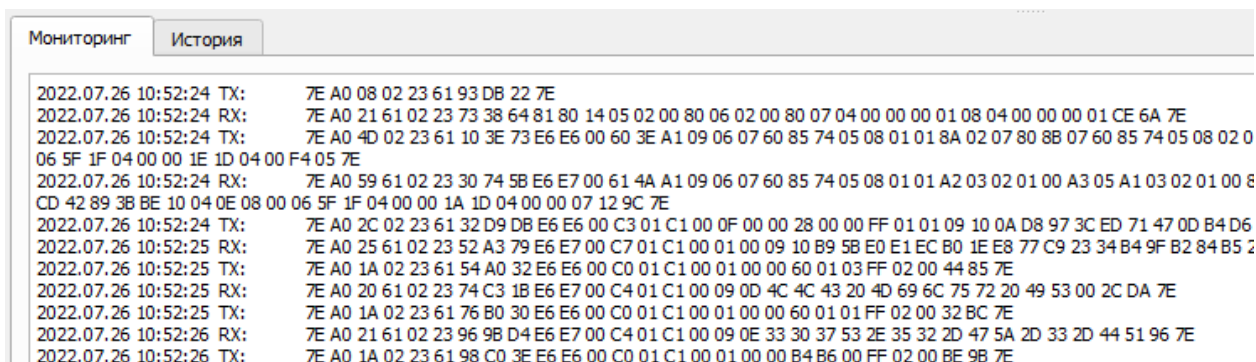

Рисунок 19
На вкладке «Мониторинг» с временной меткой отображаются отправленные (TX) и полученные (RX) пакеты данных между конфигуратором и счетчиком (Рисунок 19) в шестнадцатеричной системе счисления.